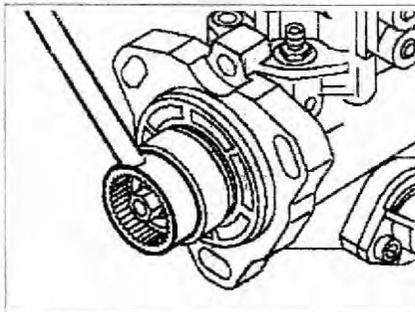

Рис. 2.75. Закрепите ключ на диске и открутите гайку крепления.
- закрепите ключ на диске и открутите гайку крепления (рис. 2.75);